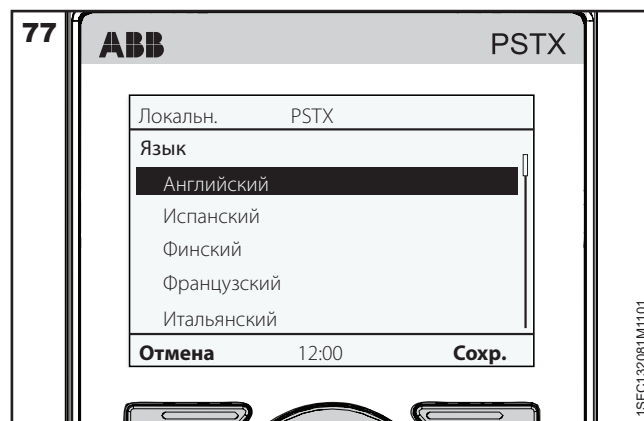

Рис. 77. Меню «Язык»
5. Используйте клавиши и для выбора языка. См. **рис. 77**.